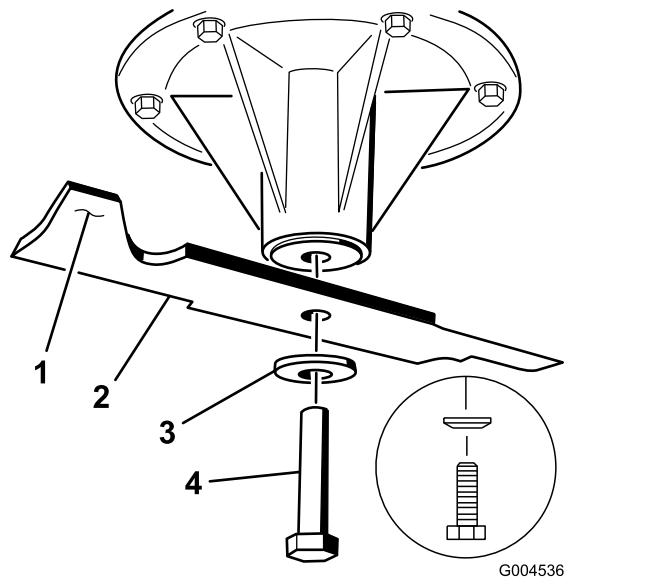

Figura 95
1. Instale la cuchilla en el eje (Figura 95).
2. Instale la arandela de muelle y el perno de la cuchilla (Figura 95).
**Nota:** El cono de la arandela de muelle debe estar orientado hacia la cabeza del perno (Figura 95).